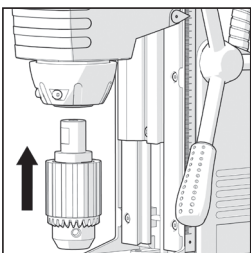

Fig. 11
- Justera de två (2) platta ytorna som finns på chuckadaptorn med ställskruvarna i gängan. (Fig. 11)